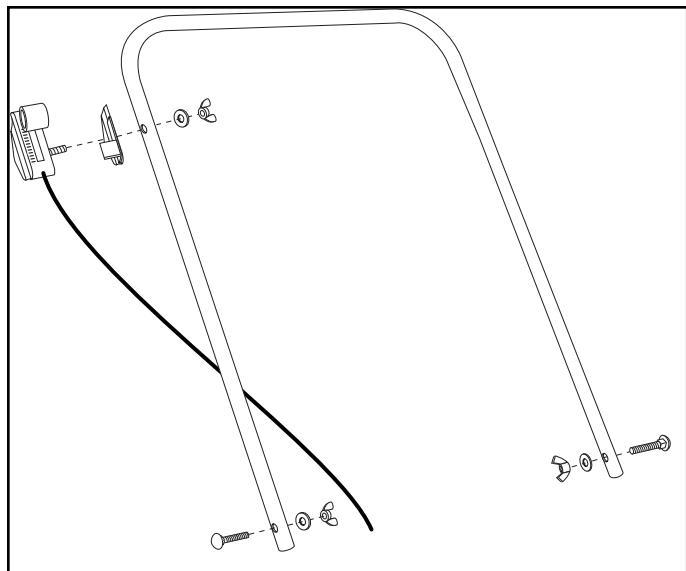

FIGURA 1
1. Instale el tubo de la manija en los tubos de las patas, usando dos pernos de carroaje de 1/4" x 2" y tuercas de mariposa. Vea la figura 1.
2. Fije el Cable de Control en el tubo de la manija, usando un perno de carroaje de 1/4" x 2" y una tuerca de mariposa de nilón. Vea la figura 1.
2. Para hacer la aplicación más fácil, haga primero el rociado en las cabeceras de los bordes más cortos del prado, creando franjas de giro en los dos extremos y, luego, rocíe entre las dos franjas el resto del prado. Vea la Figura 1.